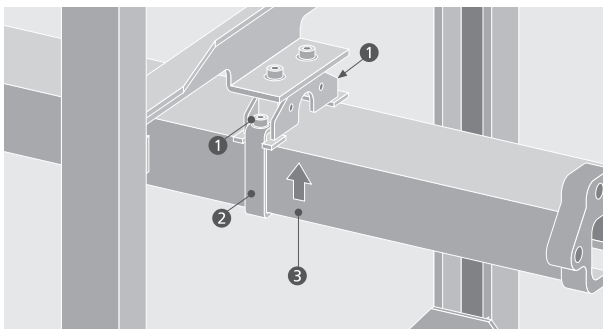

Abbildung 5.4.5
- Kanal (3) in die Klammer einlegen und Befestigungsschrauben (1) der Krallen (2) festdrehen. Anzugsdrehmoment 8,5 Nm. (Abb. 5.4.5)